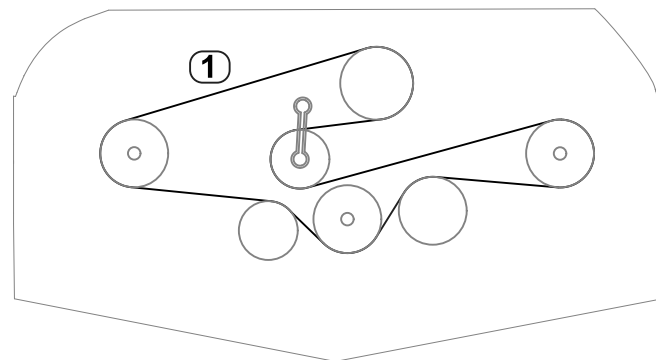

Рисунок 28
- Удерживая натяжной ролик с помощью динамометрического ключа или аналогичного инструмента, проложите новый ремень вокруг шкивов шпинделей и натяжного ролика в сборе, как показано на Рисунок 28.